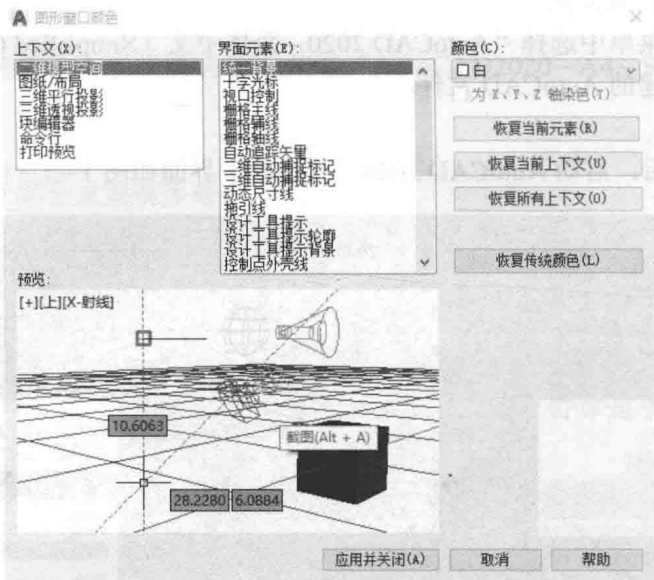

图 1-1-4 设置背景颜色
(1) 单击菜单栏“工具”→“选项”命令，在弹出的“选项”对话框中单击“显示”选项卡，将“窗口元素”的颜色主题改为“暗”，单击“颜色”按钮，在弹出的“图形窗口颜色”对话框中，将“二维模型空间”中的“统一背景”改为“白色”，如图 1-1-4 所示，单击“应用并关闭”按钮，返回“选项”对话框，单击“确定”按钮，回到绘图界面。